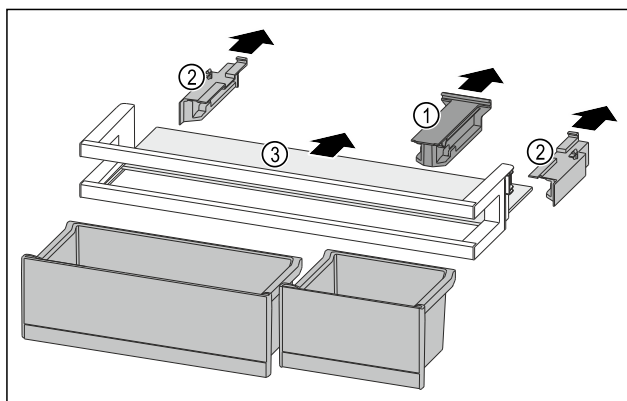

Fig. 230
- ▶ Retirer la pièce de retenue Fig. 230 (1).
- ▶ Retirer les parties latérales Fig. 230 (2).
- ▶ Retirer la tablette de rangement Fig. 230 (3).